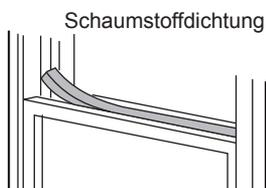

Abb. 11
5. Schneiden Sie die Schaumstoffdichtung auf die richtige Länge zu und dichten Sie damit die offene Fuge zwischen dem oberen und dem äußeren Fensterflügel. Siehe Abb. 11